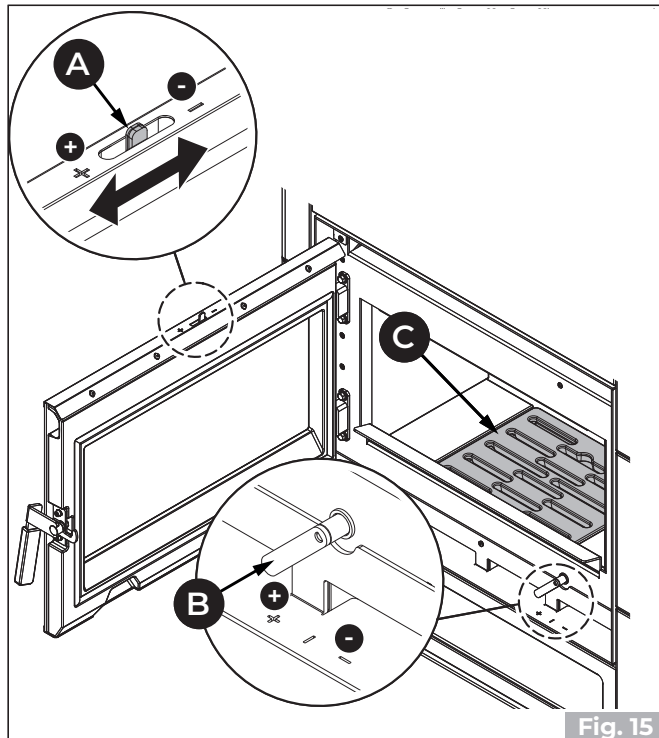

Fig. 15
- Abrir al máximo (+) la graduación del aire primario (A) y limpieza del vidrio (B) (Fig. 15).
- Apoyar con cuidado las piezas de madera en la rejilla del fogón (C) (Fig. 15).
- Mantener la graduación de aire comburente (B) y limpieza del vidrio (A) abiertos (+) para garantizar una llama alta y luminosa.
La combustión se regula desde el registro del aire (A) (Fig. 15). Rotándolo hacia los símbolos (+) o (-) se obtendrá un mayor o menor flujo de aire comburente y en consecuencia una combustión más rápida o más lenta.